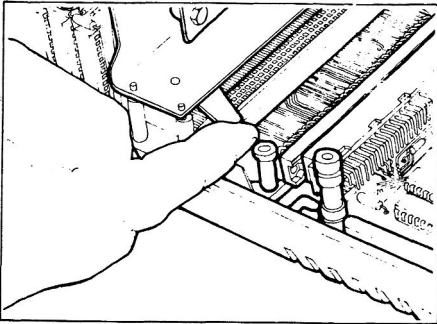

Bild 2.13 Lösen des Floppy-Haltebügels
- a) Kleinen Hebel links auf der Unterseite des Floppy-Haltebügels drehen, bis er in der im Bild 2.13 gezeigten Lage ist.